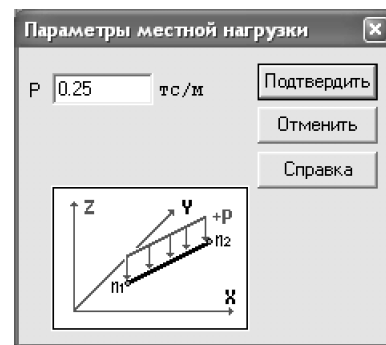

Рис.5.17. Диалоговое окно **Параметры местной нагрузки**
- В этом окне задайте интенсивность нагрузки $P = 0.25$ тс/м (рис.5.17).